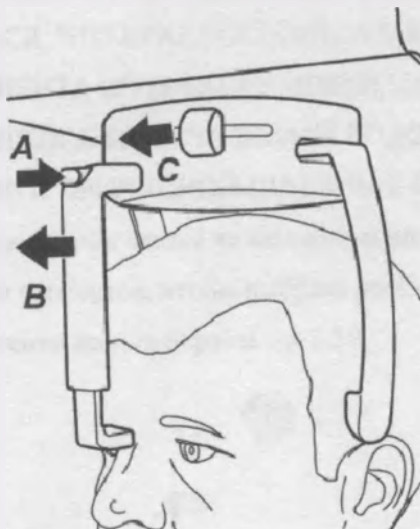

Рисунок 43
8.2.19 Нажмите кнопку (А) вверху держателя лба (см. рисунок 43), чтобы отодвинуть держатель лба (В).